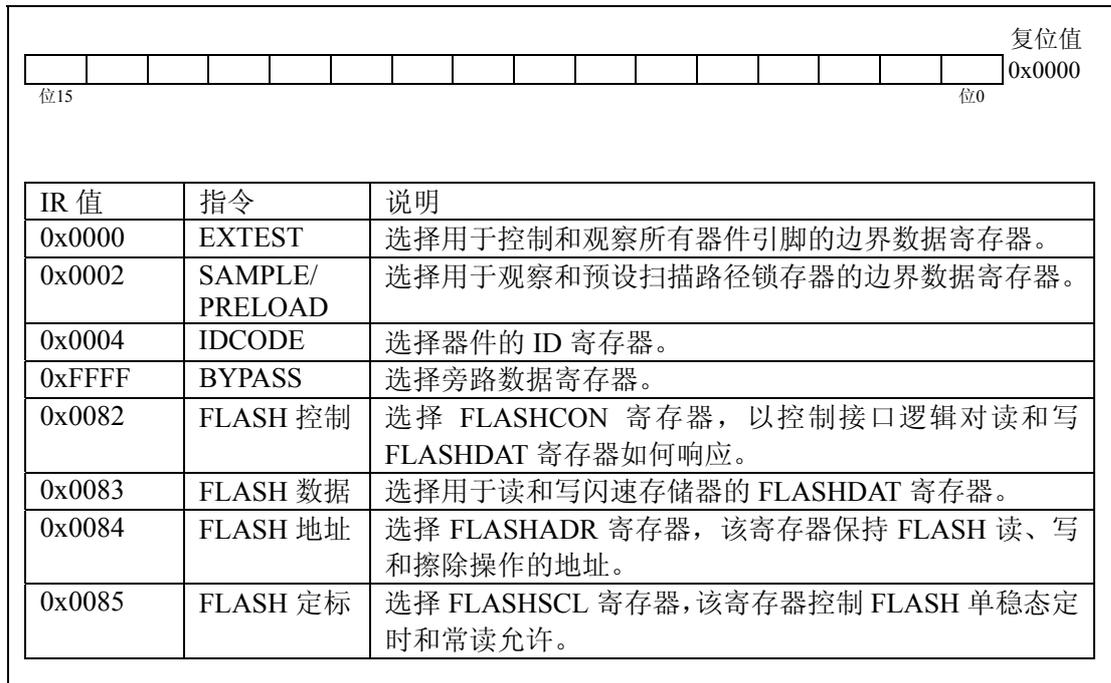

图 26.1 IR: JTAG 指令寄存器
通过 16 位的 JTAG 指令寄存器 (IR) 可以发出图 26.1 所示的 8 种指令。MCU 中有三个与 JTAG 边界扫描相关的数据寄存器和四个与 FLASH 读/写操作相关的寄存器。